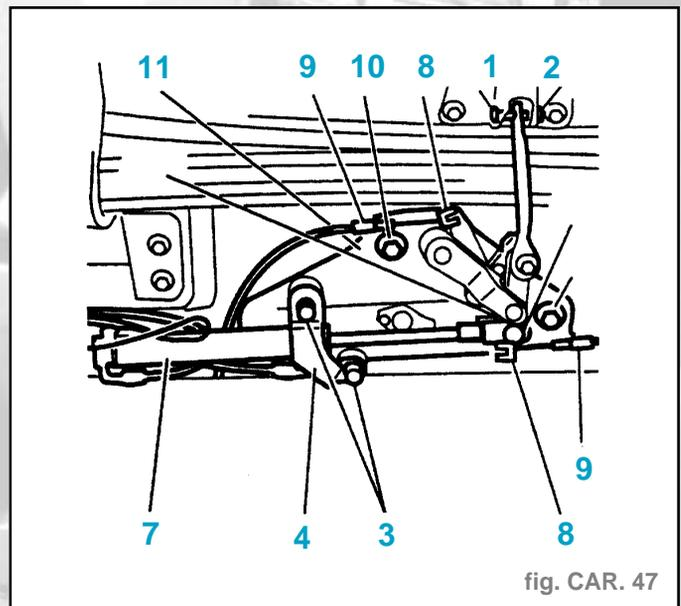

fig. CAR. 47
- Déposer (fig. CAR. 47) :
- l'agrafe (1),
- l'axe (2),
- les fixations (3),
- le support (4),
- l'agrafe (5),
- l'axe (6),
- le vérin (7),
- les agrafes (8).
- Dégrafer les passe-gaines (9).